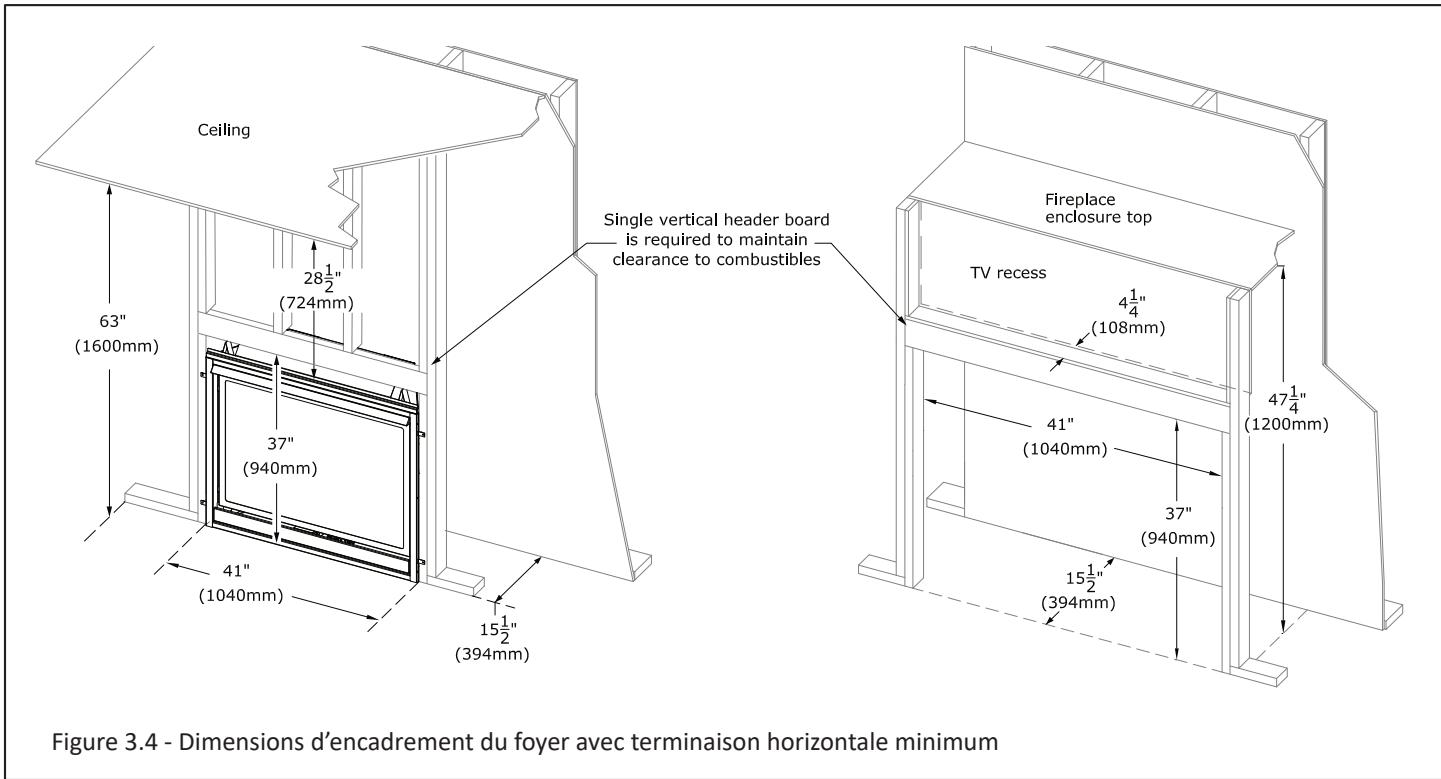

Figure 3.4 - Dimensions d'encadrement du foyer avec terminaison horizontale minimum
- Les dimensions d'encadrement de l'ouverture brute spécifiées à la FIGURE 3.4 ci-dessous sont les mêmes pour toutes les options d'installation et doivent être respectées.